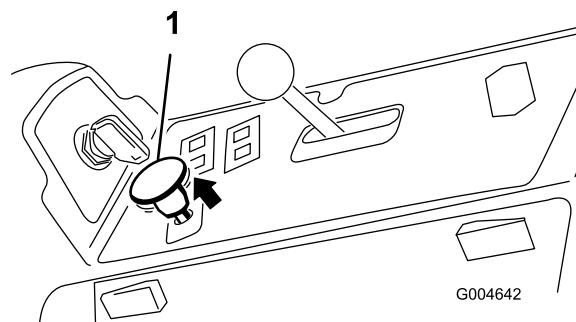

Figura 51
3. Tire del mando de la toma de fuerza para engranarla (Figura 51).